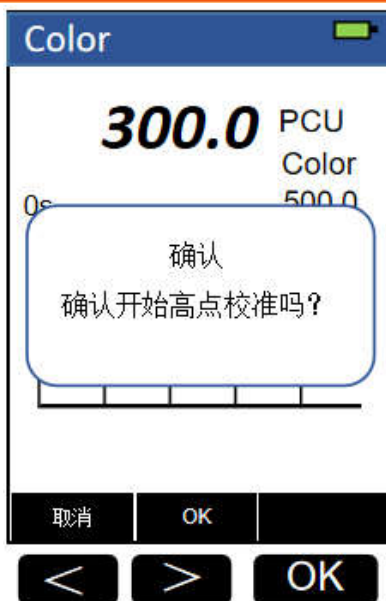

图 9 高点校准界面
2. 如果测量值与已知校准标准液浓度不同，按校准/系统按钮，选择**高点校准**按钮，进入标定界面，如图 9 所示。